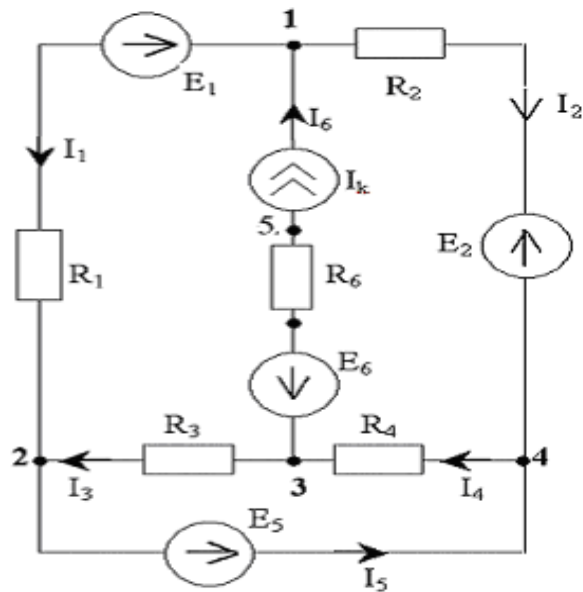

Рис. 1
**1.** Произвольно задаем положительные направления токов в ветвях и нумеруем узлы схемы (рис. 1)
$$\varphi_5 = \varphi_3 - E_6 - I_k \cdot R_6 = -20 - 20 - 5 \cdot 10 = -90 \text{ (В)} \text{ (см. рис. 1);}$$